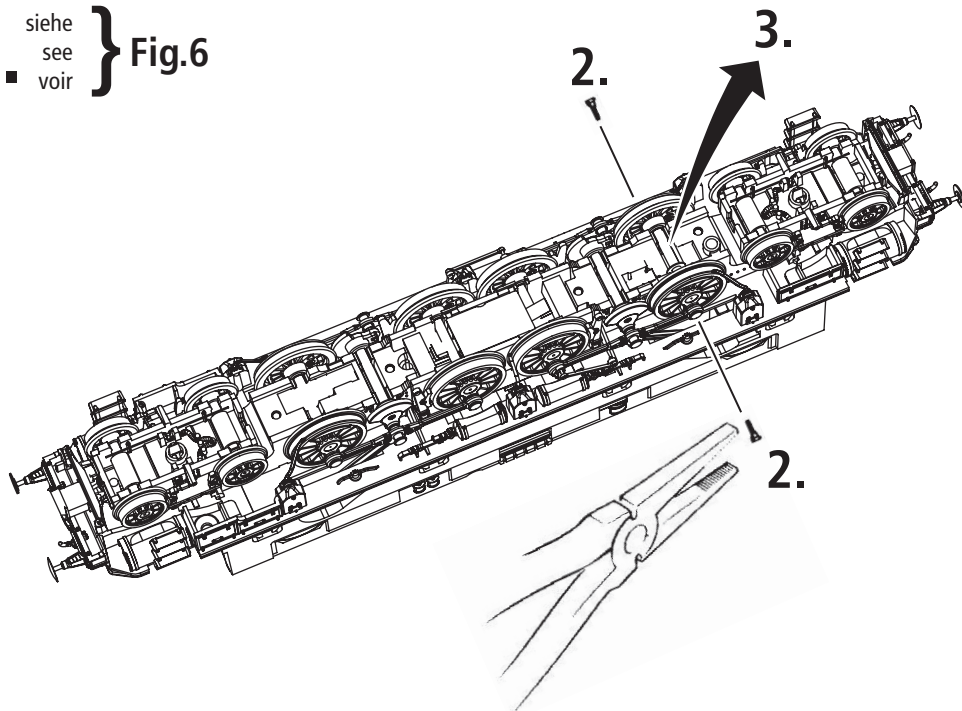

Fig. 9
**1. Reinigung der Radstromkontakte:** Radstromkontakte können auf unsauberen Schienen leicht verschmutzen. Entfernen Sie **vorsichtig** mit einem kleinen Pinsel **den Schmutz** an den in Fig. 9 gekennzeichneten Stellen.
**1. Cleaning of wheel contacts:** Wheel contacts easily get dirty on tracks which are not entirely clean. Use a small brush to **remove dirt** from spots marked in fig. 9.
**1. Nettoyage des lames de courant aux roues:** Les lames de contacts risquent de s'encrasser rapidement sur des voies poussiéreuses. Veuillez **enlever la poussière** aux endroits marqués à la fig. 9 à l'aide d'un petit pinceau souple.